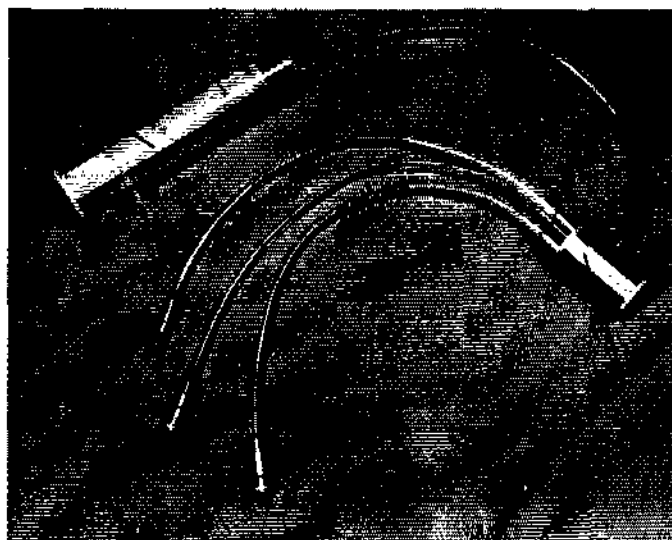

Рисунок 11 Устройство заполнения каналов УЗК
- 1) совместить штырь клапана 5 (рисунок 1) с выемкой на втулке 1 (рисунок 11) трубки 5 те-
- 3) повернуть регулятор выходного клапана 3 (рисунок 11) по часовой стрелке до упора.
- при открытом резиновом клапане инструментального канала 21 (рисунок 1) вставить в него до упора разъем 4 устройства заполнения каналов (далее УЗК) (рисунок 11);
- при снятых с устройства видеоэндоскопического клапанах отсоса 17 и подачи воды и воздуха 18 (рисунок 1) вставить разъемы 2, 3 и 4 (рисунок 11 и 12) устройства видеоэндоскопического в отверстия, свободные от клапанов, до упора (рисунок 11 и 12);
- опустить устройство видеоэндоскопическое вместе с УЗК в дезинфицирующий раствор для обработки и заполнить им каналы, прокачав раствор 5-10 раз с помощью шприца 5 (рисунок 11), при этом всасывание раствора осуществляется через отверстие клапана на дне корпуса 1 УЗК;